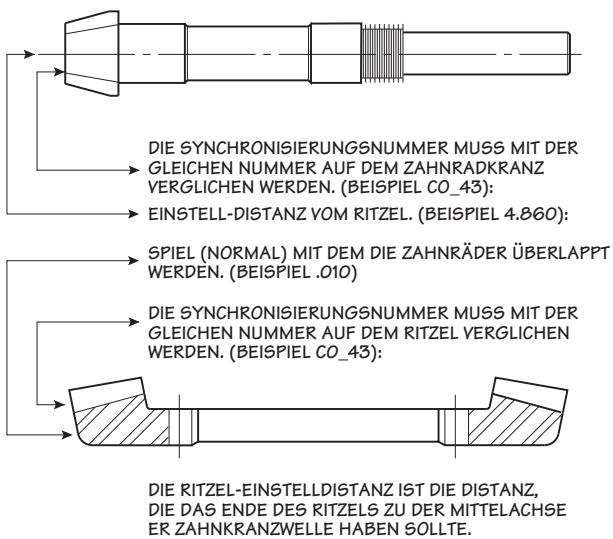

Abbildung 11 Zahnrad-Synchronisierungsnummer und Einstell-Daten
Vor der Montage eines neuen Ritzelzahnrads in den Ritzelkäfig prüfen Sie die Synchronisierungsnummern am Ritzelzahnrad und dem schraubenförmigen Kegelzahnräder, um sicher zu sein, dass Sie korrekt ausgerichtet sind. Die Zahnräder werden in der Fabrik überlappt eingestellt und sollten nicht getrennt werden. Die Nummern sind im Ritzelzahnräder und im Zahnkranz – wie in **Abbildung 11** illustriert – eingeätzt.
2. Schrauben Sie die Ritzelkäfig-Baugruppe an das Gehäuse mit der angemessenen Anzahl der Befestigungsscheiben, um die in der Vorderseite des Ritzel-Zahnrad eingeätzte Ritzel-Einstelldistanz zu gewährleisten. Siehe **Abbildung 11.** Ziehen Sie sie mit einem Drehmoment von 102 Nm an.